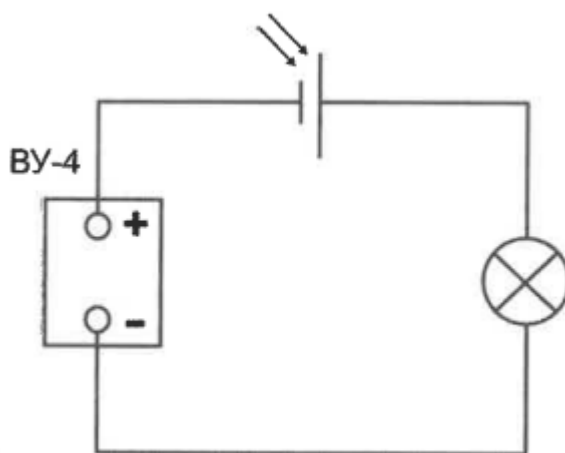

Рисунок 5 – Первый этап
**Для выполнения первого этапа** работы с помощью соединительных проводов собирается электрическая цепь (рисунок 5), в которой последовательно с источником тока соединяют фотоэлемент и лампу накаливания. Собранную электрическую цепь подключают к лабораторному выпрямителю так, чтобы к фотоэлементу было приложено напряжение в обратной полярности. Положительный вывод фотоэлемента помечен на корпусе точкой или знаком «+». Фотоэлемент полностью закрывают от света. Убеждаются, что лампа не горит. Затем фотоэлемент подключают к выпрямителю в прямой полярности и наблюдают свечение лампы накаливания. На основании наблюдений делают вывод об односторонней проводимости фотоэлемента.